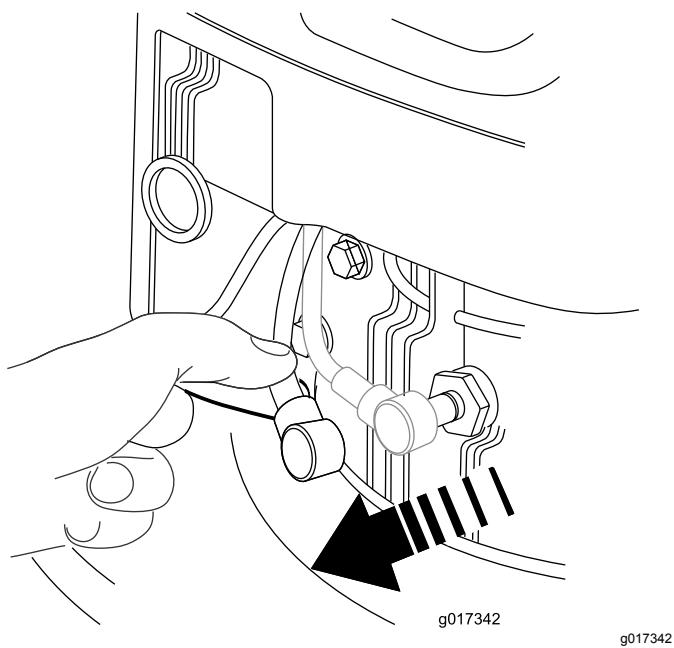

図 18
2. 整備などの前には、必ず点火プラグコードを外す図 18。